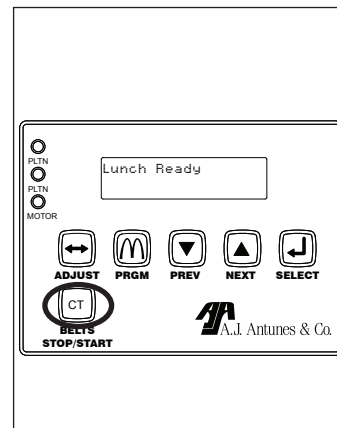

Figure 2.
IMPORTANT : Les courroies à bande continueront de tourner pendant le mode Refroidissement. Cela est normal. Il est nécessaire d'arrêter les courroies pour les nettoyer. Pour cela, appuyer sur la touche BELTS START/STOP. Appuyer sur la touche BELTS START/STOP de nouveau pour reprendre la rotation de la courroie. Voir la figure 2.
1. Ouvrir le couvercle avant et le couvercle supérieur (figure 2). Appuyer sur  (figure 2) pour arrêter temporairement les courroies à bande.
5. Ouvrir le couvercle avant et le couvercle supérieur (figure 2).